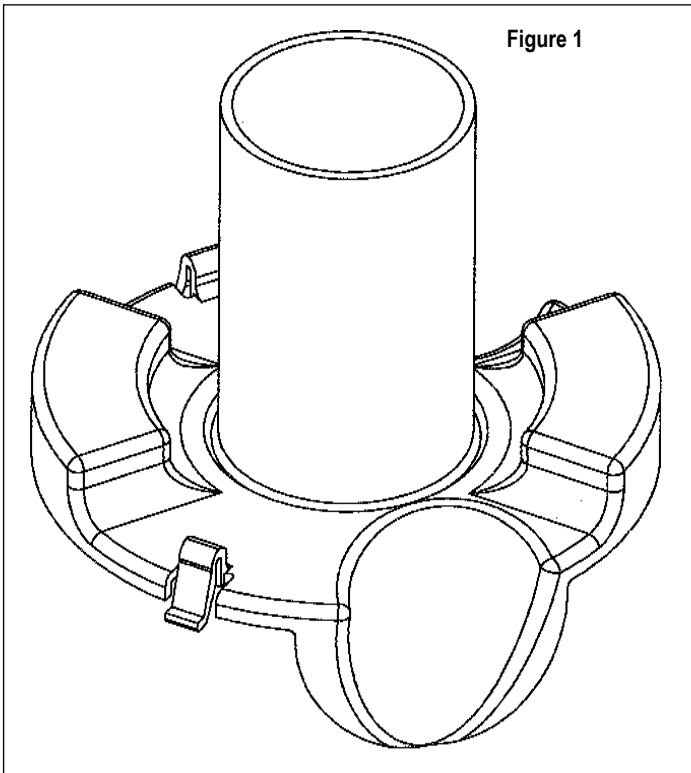
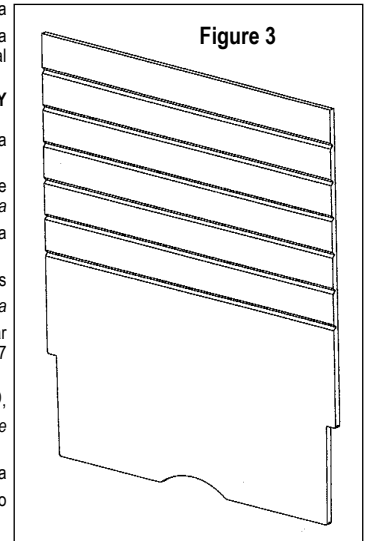

Figure 1
Figure 3
INSTALL LOW VOLTAGE WIRING TUBE OR DIVIDER (For multi-service application) See Figures 1, 2 and 3 on next page.
8. For the low voltage dividers as pictured in Figures 1 and 2, cut off the same amount cut from the box in step 6 from the tube portion of the divider. For the straight divider as pictured in Figure 3 use a utility knife to cut the same amount cut from the floor box in step 6 using the score lines for ease of cutting. The appropriate type of low voltage divider is included with applicable sub-plates.
INSTALLATION DES CONDUITS OU DES SÉPARATEURS POUR CÂBLES BASSE TENSION (Pour applications multiservices) Consulter les Figures 1, 2 et 3.
8. Dans le cas des séparateurs basse tension illustrés aux Figures 1 et 2, supprimer de ceux-ci la même valeur retranchée de la boîte à l'étape 6. Dans le cas des séparateurs droits de la Figure 3, utiliser un couteau universel pour supprimer la même valeur retranchée de la boîte à l'étape 6; trancher dans les rayures pour faciliter la coupe. Des séparateurs basse tension de type approprié sont livrés avec les sous-plaques.
9. En ce qui concerne les séparateurs basse tension illustrés aux Figures 1 et 2, faire passer les conducteurs d'énergie dans le boîtier basse tension et aligner les ouvertures avec celles
9. For low voltage dividers pictured in Figures 1 and 2 snake power wires through low voltage enclosure and align cable ramps with 1-1/2" conduit openings in box. Push low voltage divider down until it snaps into place. Snake communication wire up over ramps and keep wire outside of low voltage divider.
10. For the low voltage divider pictured in Figure 3, insert into vertical slots in sides of floor box and push down to bottom. Be sure to keep communication wires separate from power wires.
11. Install barbed clips (C) into slots on top of box. Wide clip (D) with ground wire goes into wide slot on floor box. Hammer clips down until they seat flush with top of box.
10. Quant au séparateur basse tension de la Figure 3, l'introduire dans les fentes verticales de chaque côté de la boîte de plancher et le pousser jusqu'au fond. S'assurer de maintenir les conducteurs de communication à l'écart des conducteurs d'énergie.
11. Installer les attaches à griffes (C) dans les fentes dans le haut de la boîte. La grosse attache (D) avec fil de mise à la terre va dans la grosse fente de la boîte de plancher. Avec un marteau, enfoncer les attaches jusqu'à ce qu'elles se trouvent à ras le dessus de la boîte.
For Power Service in multiple service applications, remove the ¼ inch die cast plug (A) and replace with a ¼ inch trade size screw-in connector (B)(furnished) **Figure 1** or liquid tight nonmetallic fittings Cat. No.'s P075NBKA, P075NGYA.
- Attach ¼ inch flexible metallic conduit (FMC) (C) or liquidtight nonmetallic conduit Hubbell (POLYTUFF1®).
- For Communication Service Remove 1½ inch die cast plug (D) and attach 1½ inch trade size screw-in connector (E) (furnished) **Figure 1** or liquid tight nonmetallic fittings Cat. No.'s P150NBK, P150NGY.
- Coat cover mounting screw (four)(F) countersinks with sealant compound in order to insure water tightness.
- Apply Teflon tape or sealant over metallic screw-in connector fitting's (B) and (E) threads.
Pour le service d'alimentation électrique dans des applications multiservices, retirer l'obturateur matricé de 19 mm (A) et le remplacer par un raccord fileté de 19 mm (B) (fourni) **figure 1**, ou par un accessoire étanche non métallique, N° P075NBKA ou P075NGYA.
- Fixer un conduit métallique flexible (FMC) de 19 mm (C) ou un conduit non métallique étanche Hubbell (POLYTUFF^{MD}).
- Pour le service de communication, retirer l'obturateur matricé de 38 mm (D) et le remplacer par un raccord fileté de 38 mm (E) fourni, **figure 1** ou par un raccord non métallique étanche N° P150NBK ou P150NGY.